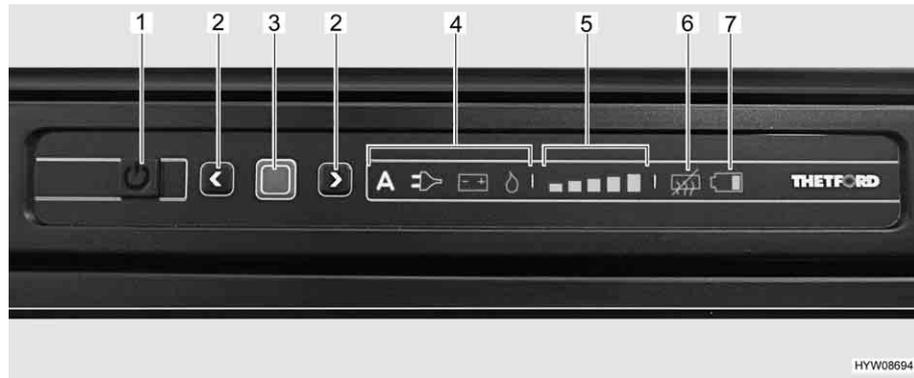

Fig. 226 Cuadro de mando de LED (frigorífico Thetford)
- Presionar la tecla On/Off (Fig. 226,1) por 1 segundo. La tecla se ilumina de color verde. Después de aprox. 10 segundos, la visualización se atenuará automáticamente por razones de ahorro de energía.
- Pulsar la tecla de confirmación (Fig. 226,3). Se visualizará el modo de funcionamiento seleccionado más recientemente.
- Pulsar la tecla de confirmación (Fig. 226,3) por aprox. 2 segundos. Los símbolos de modo de funcionamiento parpadean.
- Selección manual de energía: seleccionar la fuente de energía deseada usando las teclas de flecha (Fig. 226,2).
- Selección automática de energía (sólo en la versión con selección automática de energía): seleccionar el modo de funcionamiento "A" usando las teclas de flecha (Fig. 226,2).
- Confirmar la selección con la tecla de confirmación (Fig. 226,3).
- Pulsar de nuevo la tecla de confirmación (Fig. 226,3). El indicador de nivel de refrigeración (Fig. 226,5) parpadea.
- Para cambiar el ajuste, pulsar las teclas de flecha (Fig. 226,2) hasta que se visualice el ajuste deseado.
- Pulsar la tecla On/Off (Fig. 226,1) por aprox. 2 segundos. Todas las lámparas se apagan. El frigorífico está desconectado.
Una vez conectado, el frigorífico automáticamente seleccionará el ajuste del termostato seleccionado más recientemente. Este reajuste puede modificarse manualmente con las teclas de flecha (Fig. 226,2). Pasan algunas horas hasta que el frigorífico alcanza la temperatura de servicio normal. Al cambiar a otro modo de funcionamiento, se conservará el ajuste del termostato.